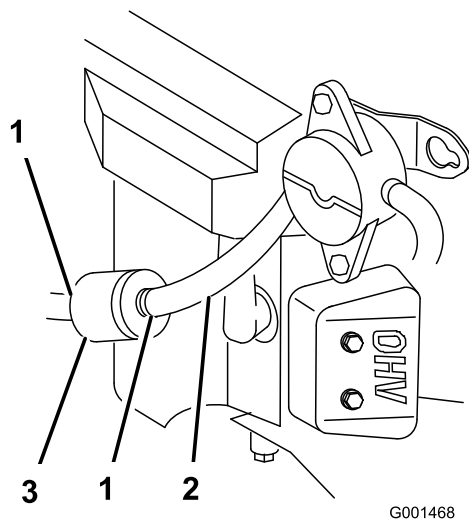

Figure 27
4. Pincez les extrémités des colliers et faites glisser ceux-ci pour les éloigner du filtre (Figure 27).